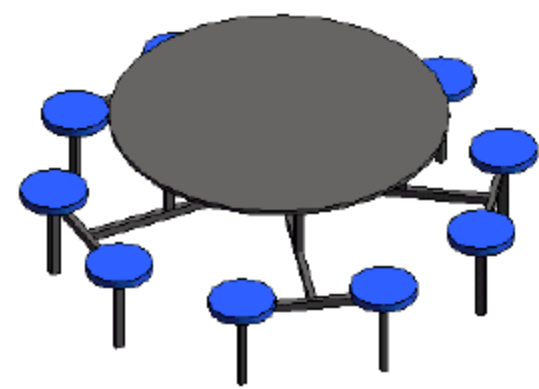

图 8.3.52 圆凳效果图
(15) 编辑可见性并添加材质。首先，选中圆凳图元，在“属性”面板中编辑“可见性/图形替换”选项，取消“平面/天花板平面视图”复选框的选择，单击“确定”按钮。其次，添加圆凳的材质，选择或添加“塑料”类型，单击“确定”按钮，如图 8.3.52 所示。